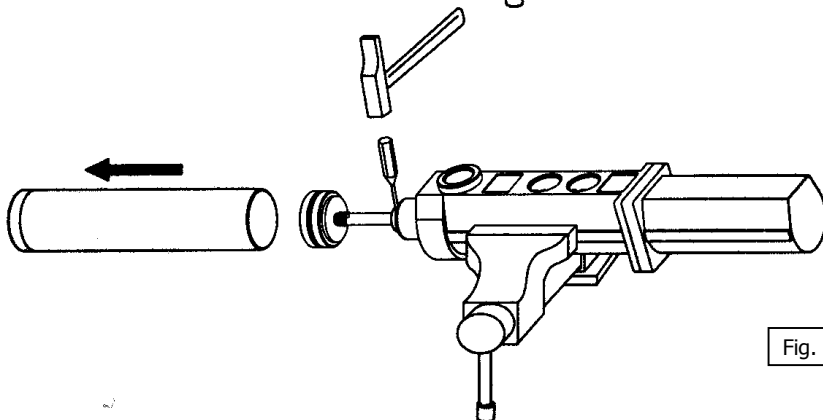

Fig. 5
3. Remove the pin (21) located in the upper part of the connecting rod (22) (fig. 5) and unscrew the rod from the air piston (8).
3. Extraer el pasador (21) situado en la parte superior del eje válvula impulsión (22) (Fig. 5) y desenroscar el eje del vástago (8).